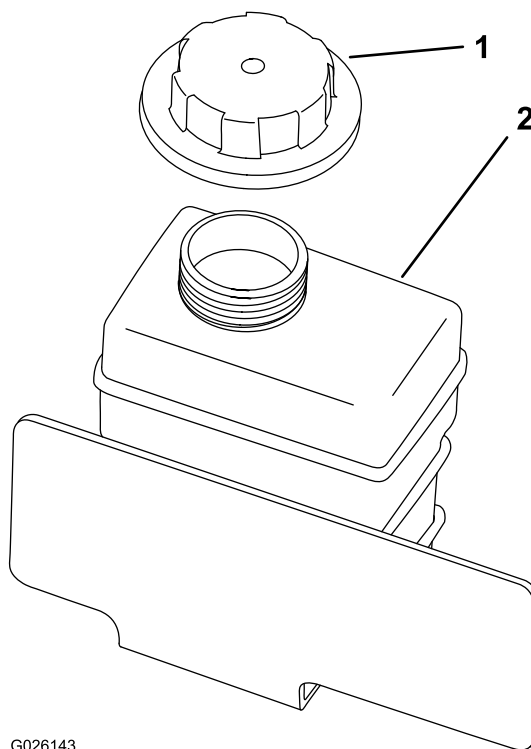

Figure 55
4. Enlevez le bouchon du vase d'expansion (Figure 55).
8. Remplissez lentement le vase d'expansion jusqu'à ce que le liquide atteigne la base du goulot de remplissage (Figure 55).
9. Remettez en place le bouchon du vase d'expansion (Figure 55).